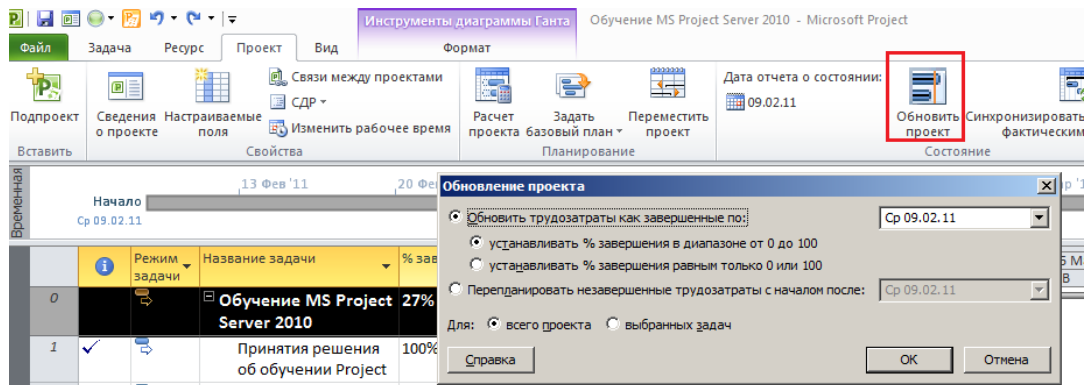

Рисунок 10.14 Обновление проекта
3. На закладке «Проект» в области «Состояние» нажать «Обновить проект», чтобы система автоматически рассчитала процент завершения согласно плану окончания работ к выбранной дате, Рисунок 10.14.
Обязательно нужно перепланировать незавершенные трудозатраты, Рисунок 10.14, и если вы сделали все действия с обновлением проекта, сохранить и опубликовать его.